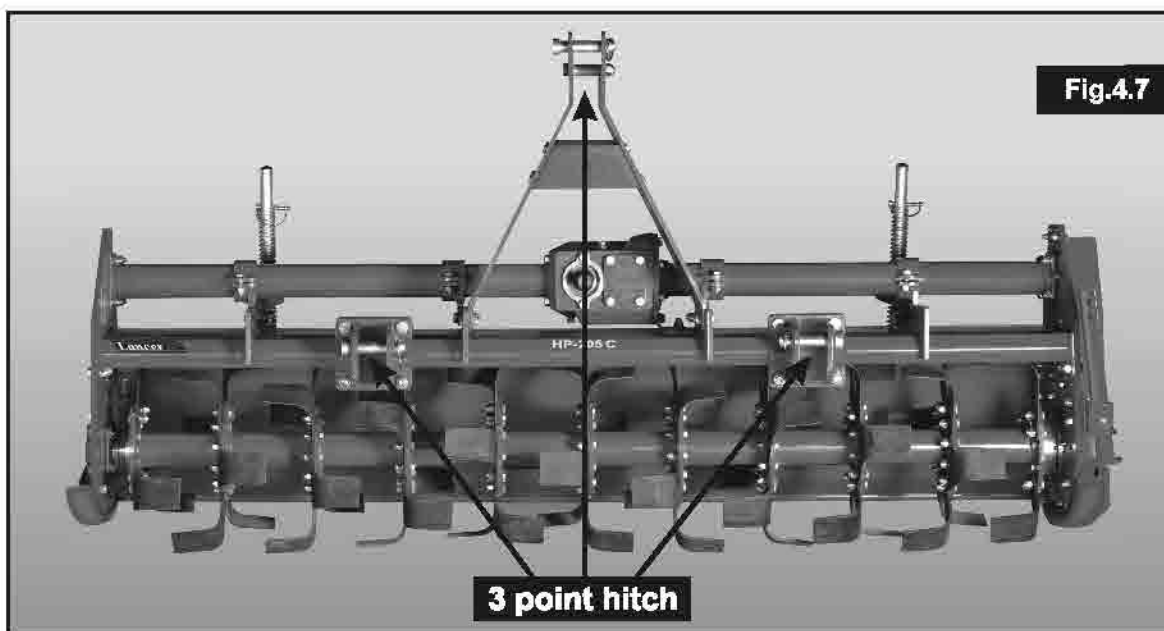

Fig.4.7
La macchina è agganciata al trattore con la fresa a terra. L'area del terreno dovrebbe essere piatta. La fresa può essere agganciata a qualsiasi trattore con attacco universale a 3 punti di classe 1 o 2. In base alle precise dimensioni di questi due tipi di attacchi, individuare la migliore posizione per la fresa spostando la staffa di fissaggio regolabile (Fig. 4.7) lungo il tubolare quadro ed inserendo il perno (Fig. 4.7) nei fori corrispondenti al diametro dei bracci.
La Staffa Regolabile deve essere montata sempre e solo (come indicato in Fig. 4.7) con i fori rivolti verso la parte anteriore del tubolare quadro. Il Costruttore declina ogni responsabilità per danni alla fresa o alla trattrice se non viene rispettato questo requisito essenziale di installazione.
- In prossimità delle barre di sollevamento, sistemandole nelle piastre più idonee. Inserire il perno (Fig. 4.7) nel relativo foro e bloccare in sede con le coppiglie a scatto.